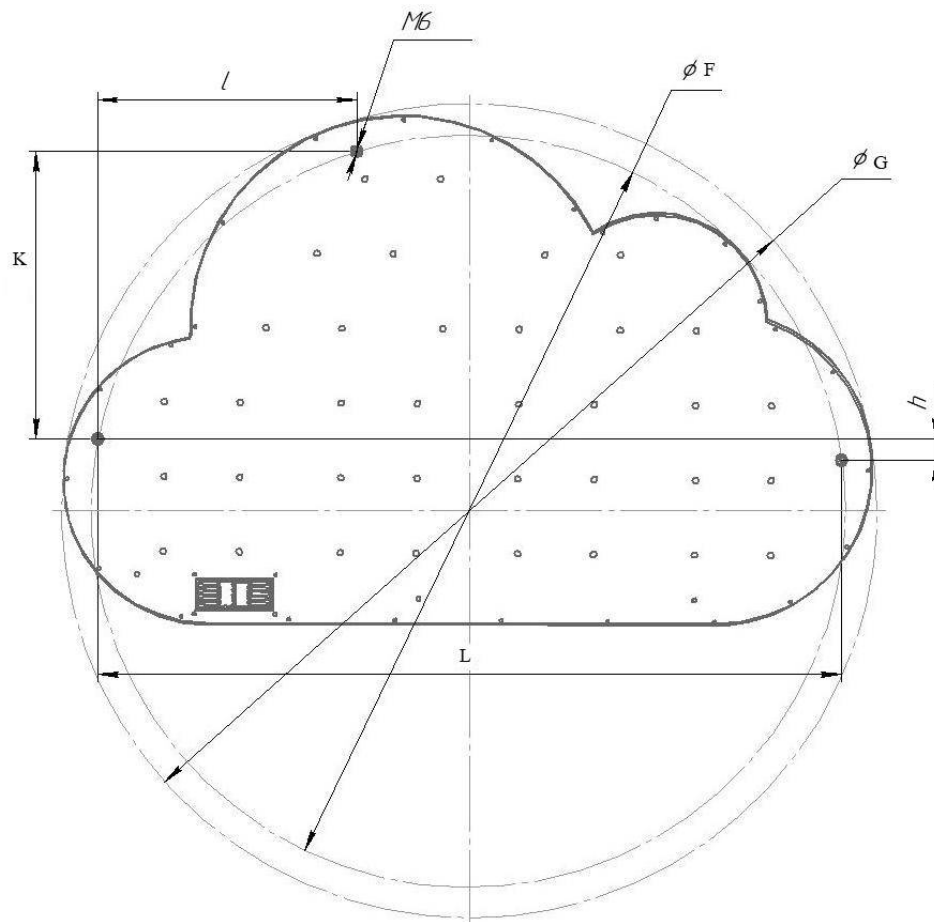

Рисунок 3 - Схема нанесения разметки для установки подвесов светильников
2.16 Размеры крепления тросовых подвесов светильников (рисунок 3), приведены в таблице 4.